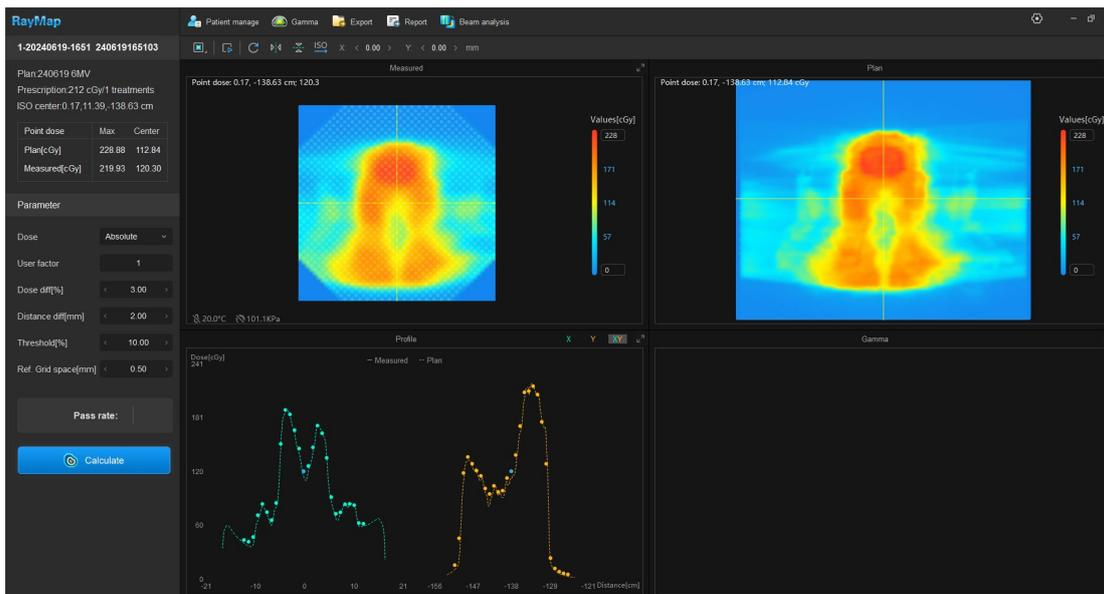

图5-25 2D分析图像界面-仅匹配无分析
(3)界面中间为分析图像界面。若当前记录仅进行测量数据匹配并未进行分析计算时，分析图像界面显示测量采集图“Measured”，计划剂量图“Plan”，剂量离轴曲线对比图“Profile”，以及空的伽马分布图（Gamma），如图5-25所示；若当前记录已经进行匹配和分析计算，则会显示伽马分布图“Gamma”。